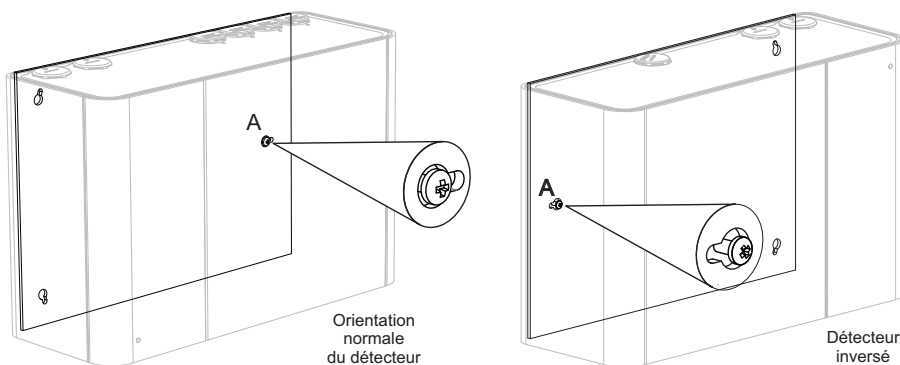

Figure 4-22: Placer le détecteur sur la vis
- Placez la fente droite à l'arrière du détecteur sur la tête de la vis droite (A) (Figure 4-22).